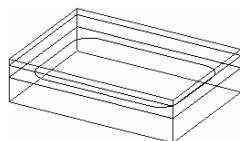

图 2-7 设置的工件
2) 设置毛坯形状为立方体，选中“两点方式”，设置的“基准点”与“大小”如图 2-6 所示。勾选“显示毛坯”，可以在显示窗口中以线框形式显示毛坯，单击“定义毛坯-世界坐标系 (.sys.)”对话框中的“确定”按钮，完成加工工件设置，如图 2-7 所示。